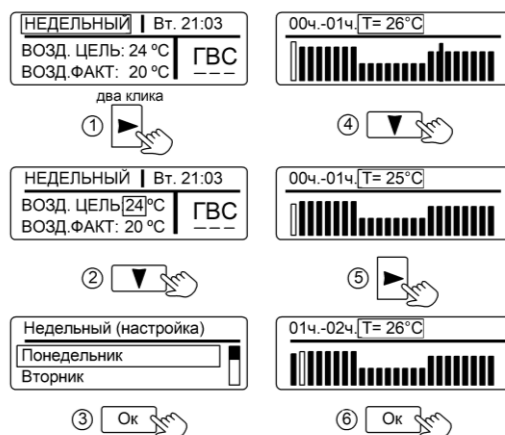

Рисунок 8. Настройка режима «НЕДЕЛЬНЫЙ»
10.3 «НЕДЕЛЬНЫЙ» – наиболее энергоэффективный режим отопления, учитывающий постоянные привычки и предпочтения пользователей. Режим «НЕДЕЛЬНЫЙ» позволяет настроить температуру воздуха в помещении индивидуально для каждого часа работы на протяжении всех дней недели. Последовательность настройки показана на рис.8. Кнопками «◀», «▶» выполняется переход по часам, кнопками «▼», «▲» выполняется изменение значения температуры каждого часа.